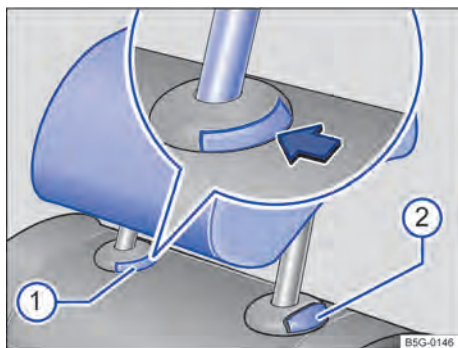

Fig. 100 Apoio para cabeça traseiro: remover
- Pressionar o botão → Fig. 100  ① na guia do apoio para cabeça.
- Ao mesmo tempo, pressionar o botão → Fig. 100  ②, enquanto outra pessoa retira totalmente o apoio para cabeça.
- Empurrar o apoio para cabeça para baixo com o botão → Fig. 100  ② pressionado.